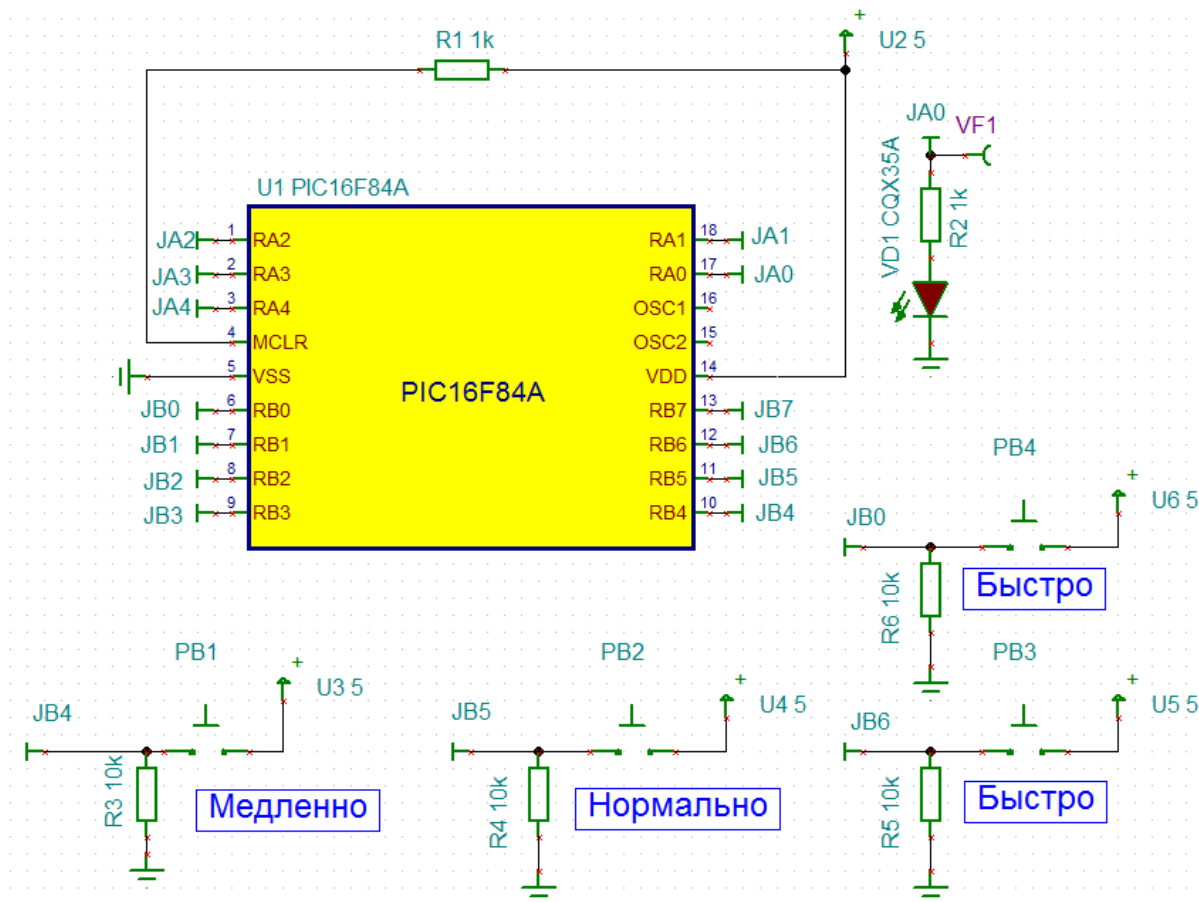

Рис.4.24. Схема макета с прерываниями программы
1. Собрать схему макета с прерываниями программы (рис.4.24). Сохранить файл с папке TI-LAB6.